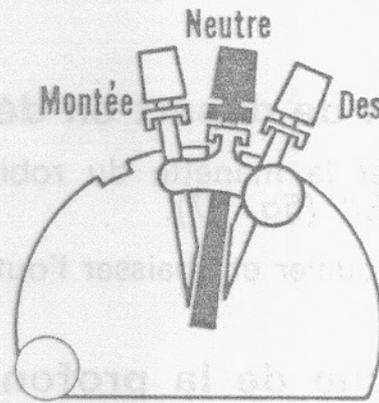

Fig. 66
- Pour basculer le plateau amener la manette de commande dans la zone bleue « vérins extérieurs » (fig. 66).
- Pour arrêter le basculement et stabiliser à une inclinaison désirée, ramener la manette à la position neutre (les 2 index en coïncidence) (fig. 66).
- Pour redescendre le plateau, déplacer le levier vers l'avant zone jaune « EFFORT » (fig. 66).